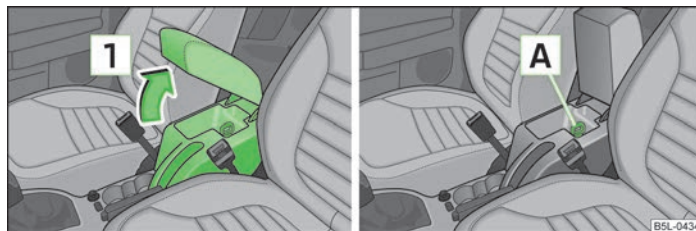

Fig. 79 Cotiera: Compartimentul de depozitare / răcirea compartimentului de depozitare
- Deschideți capacul cotierei în sensul săgeții **1** » fig. 79.
- Rabatați capacul mai întâi până jos și apoi ridicați-l în sensul săgeții **1** » fig. 79 într-una din cele 4 poziții de fixare.
- Trageți capacul **A** » fig. 79 în sus.
- Trageți capacul **A** » fig. 79 până la limită în jos.